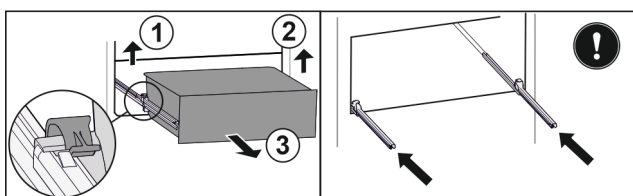

Fig. 89
- Levante la brida izquierda y, simultáneamente, tire de la parte izquierda del cajón hacia delante. Fig. 89 (1)
- Levante la brida derecha y, simultáneamente, tire de la parte derecha del cajón hacia delante. Fig. 89 (2)
- Extraiga el cajón hacia delante. Fig. 89 (3)